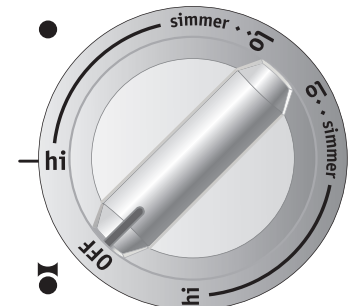
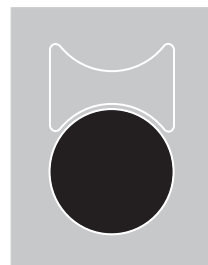
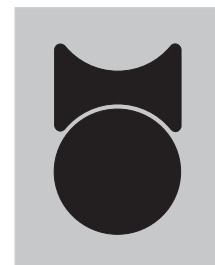

Figure 4
Figure 5 -
Figure 6 -
Lors de l'utilisation des éléments, la surface de cuisson devient très chaude. Même après avoir éteint les éléments, la surface de cuisson demeure chaude pour une certaine période. Le contrôleur de surface électronique détecte la chaleur de la surface de cuisson et affiche le message "**HE**" (Hot Element: élément chaud) sur le panneau de commande pour aviser que la surface est encore trop chaude pour être touchée (voir fig. 5). Même si le message **HE** est affiché, l'élément peut être utilisé à nouveau.
Lorsque une zone à induction est réglée à Hi au démarrage, la caractéristique Amplificateur de Puissance s'activera (voir fig. 6). La caractéristique Amplificateur de Puissance est utilisée pour élever de grandes quantités d'eau ou de nourritures à une température de cuisson le plus rapidement possible. La caractéristique Amplificateur de Puissance vous fournira 139% de la puissance totale de l'inducteur pour une durée de temps précise (environ 10 minutes).
Cette table de cuisson est équipée d'un élément radiant **Pont** situé entre les deux éléments de gauche (voir figures 1 & 2). L'élément pont peut être utilisé avec des ustensiles de cuisson de forme rectangulaire (plaque chauffante) ou ovale. L'élément maintiendra une température égale sur toute sa surface. L'élément pont peut aussi être utilisé comme un élément simple (voir figure 5). Le symbole ● indique que seul la zone avant de l'élément fonctionne (Fig. 3). Le symbole ◐ indique que les deux zones de l'élément pont fonctionnent (Fig. 4). Vous pouvez passer d'une zone à l'autre à tout moment durant la cuisson.
2. Poussez et tournez le bouton comme montré à la figure 3 pour les casseroles de forme régulière (voir Figure 5) ou comme montré à la figure 4 pour les grandes casseroles de forme rectangulaire (voir Figure 6).